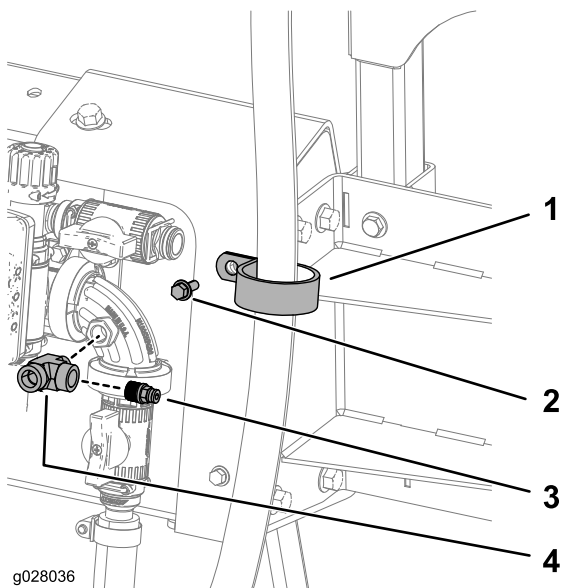

Bild 14
3. Setzen Sie die Kupplung in die offene Anschlussstelle am 90-Grad-Anschlussstück ein (Bild 13 und Bild 14).
5. Befestigen Sie den Schlauch (180 cm) mit einer R-Klemme, einer Schraube (1/4-20" x 3/4") und einer Mutter (1/4-20") an der oberen Halterung, wie in Bild 14 abgebildet.
6. Wickeln Sie PTFE-Band um das Gewinde am T-Anschlussstück und schließen Sie es am Regelventil an (Bild 14).
7. Wickeln Sie PTFE-Band um das Gewinde an der Kupplung und befestigen Sie sie am T-Anschlussstück (Bild 14).